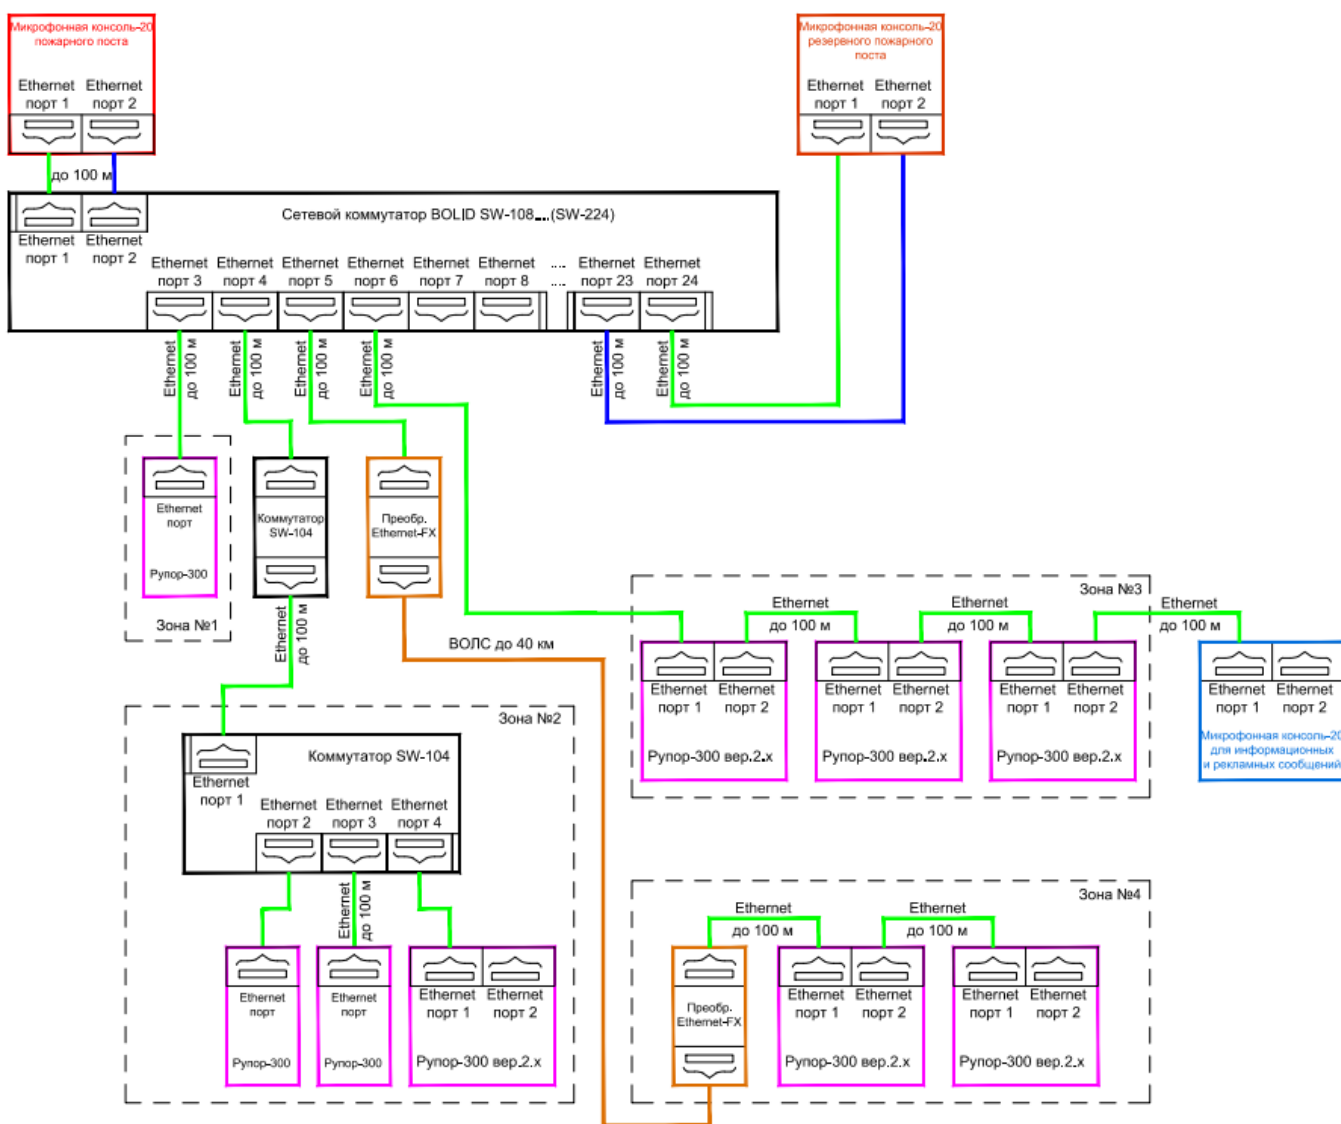
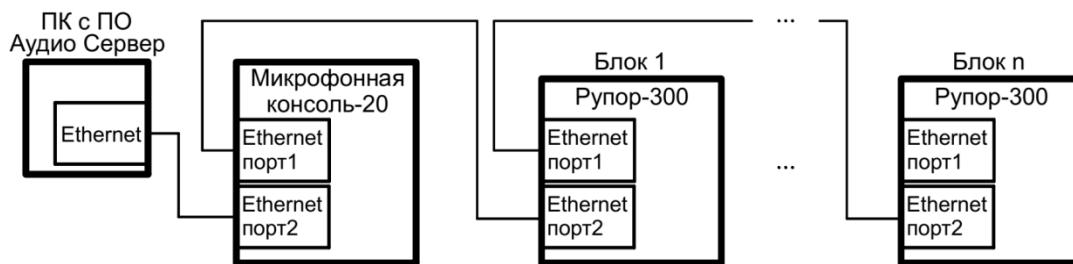

Рисунок 2.2.4. Схема подключения интерфейсов Ethernet с функцией резервирования.
Рисунок 2.2.5. Схема подключения интерфейсов Ethernet без функции резервирования.
5) К разъему Ethernet подключить кабель Ethernet (для связи с блоками речевого оповещения «Рупор-300» и использования ПО «Аудио сервер»). Второй разъем Ethernet используется для резервирования канала передачи и дублирует функции первого. Вариант такого подключения приведен далее (Рисунок 2.2.4). Если резервирование не требуется, второй интерфейс допускается не использовать. При этом возможно построение локальной сети без использования дополнительного сетевого оборудования (Рисунок 2.2.5).
Здесь настраивается режим резервирования канала передачи по локальной вычислительной сети Ethernet (ЛВС), позволяющий увеличить отказоустойчивость соединения. При использовании резервирования консоль и блоки «Рупор-300» должны подключаться соответствующим образом (Рисунок 2.2.4).
Допускается соединение консоли и нескольких блоков «Рупор-300» без использования дополнительного сетевого оборудования по схеме (Рисунок 2.2.4). В этом случае функция резервирования должна быть отключена.